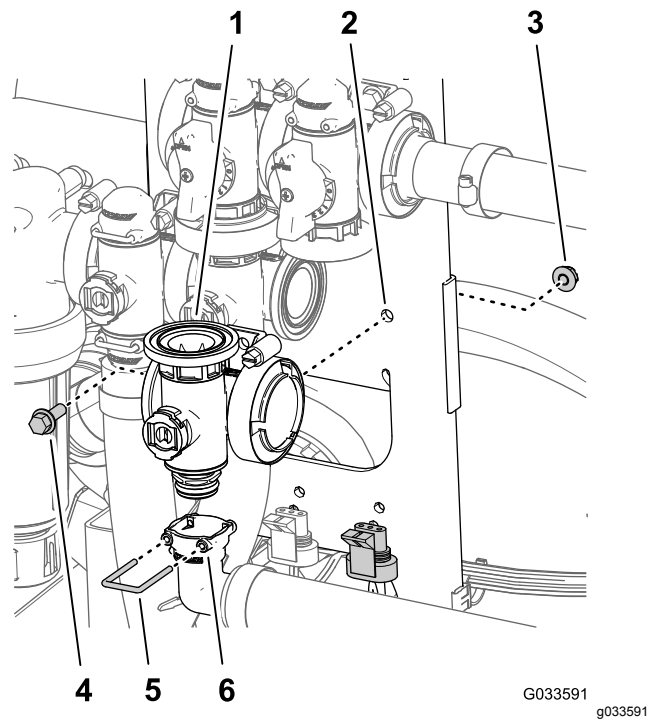

Bild 127
5. Fluchten Sie die Buchse des 90°-Auslaufanschlusses unten am Verteiler für das Hauptauslegerventil mit dem Kupplungsanschlussstück aus (Bild 127).
6. Stecken Sie einen Halter in die Buchse des Auslaufanschlusses, um das Kupplungsanschlussstück des Auslaufanschlusses zu befestigen (Bild 127).